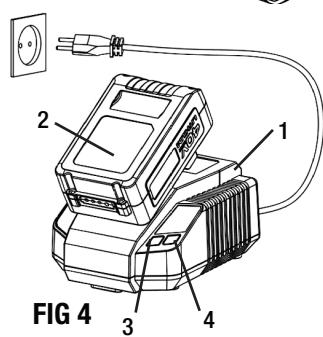

FIG 4
## CHARGEMENT DE LA BATTERIE (FIG. 4)
- Branchez le chargeur (1) dans une source d'alimentation c.a. de 120 volts. Le voyant vert (3) s'allume pendant 5 secondes, puis le voyant s'éteint s'il n'y a pas de bloc-piles dans le chargeur.
- Glissez complètement la batterie (2) dans le chargeur jusqu'à ce qu'elle s'enclenche avec un déclic, tel qu'illustré à la figure 4. Le voyant vert clignotant indique que la batterie est en cours de chargement. Un voyant vert fixe indique que la batterie est complètement chargée.